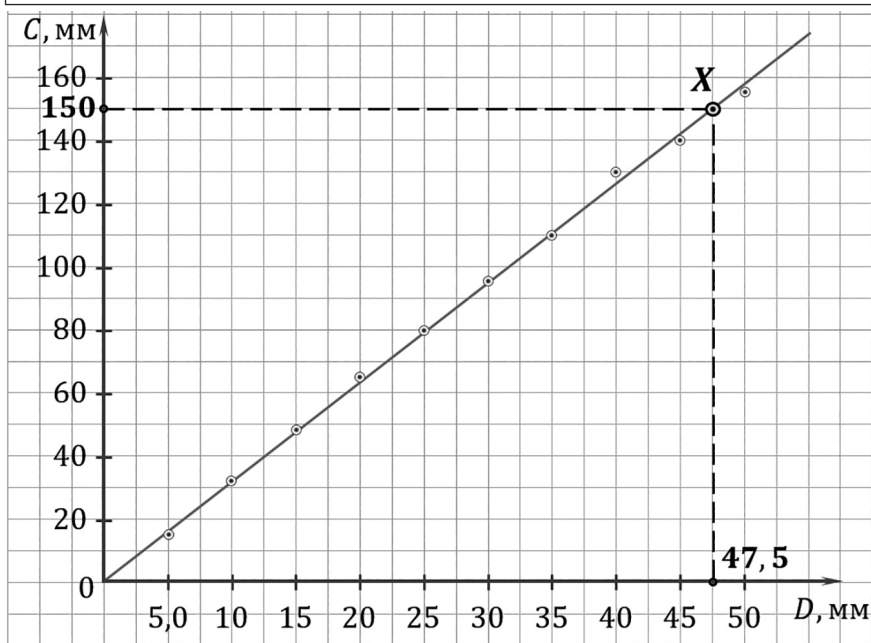

Рисунок 2
5. С помощью графика определим значение числа π . Для этого выберем на этой прямой удобную для расчёта точку (точка X), координаты которой проще всего определить (рисунок 2). Обратите внимание, что данная точка должна принадлежать прямой и совсем не обязательно, чтобы она совпадала с одной из нанесённых на график точек.